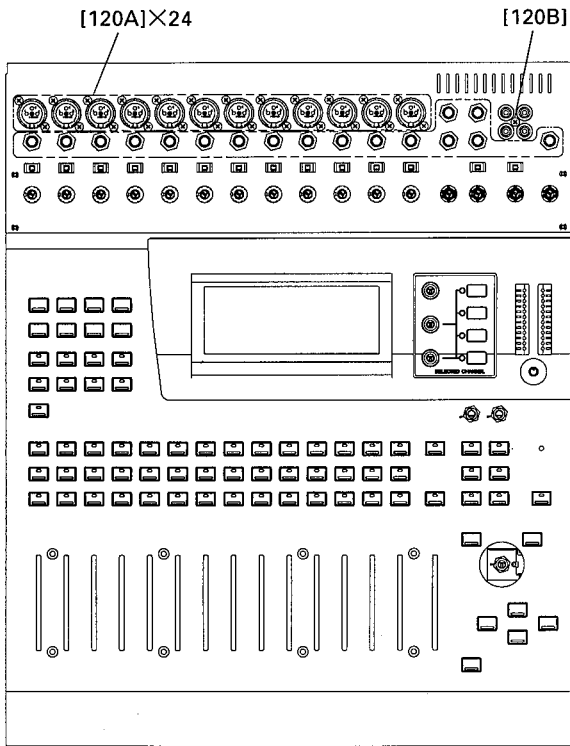

Fig.10 (図10)
- 6-3 Remove the twenty-four (24) DIN socket screws marked [120A], the screw marked [120B] and the seventeen (17) hexagonal nuts marked [B]. (Fig. 10)
- 6-3 コントロールパネル表側のDINソケットの[120A]のネジ24本、2TRの[120B]のネジ1本、[B]のジャックソケットの六角ナット17個を外します。(図10)